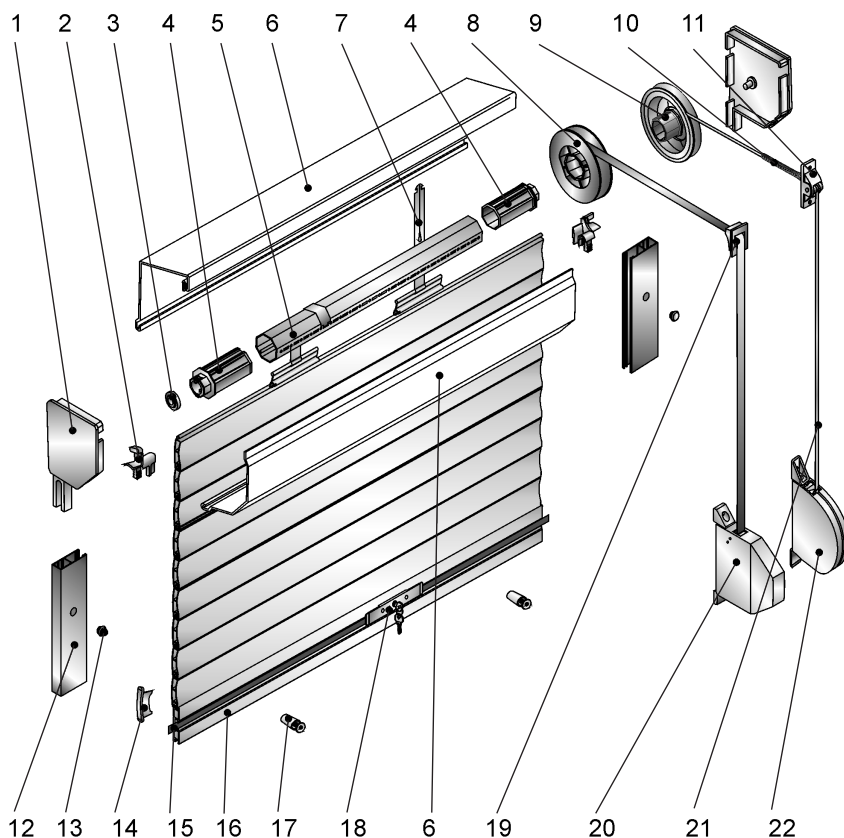

Рис. 3 Комплектация роллет с ленточным или шнуровым приводами
1.3.6 Устройство и порядок работы роллеты, оснащенной ленточным или шнуровым приводами (см. рис.3):